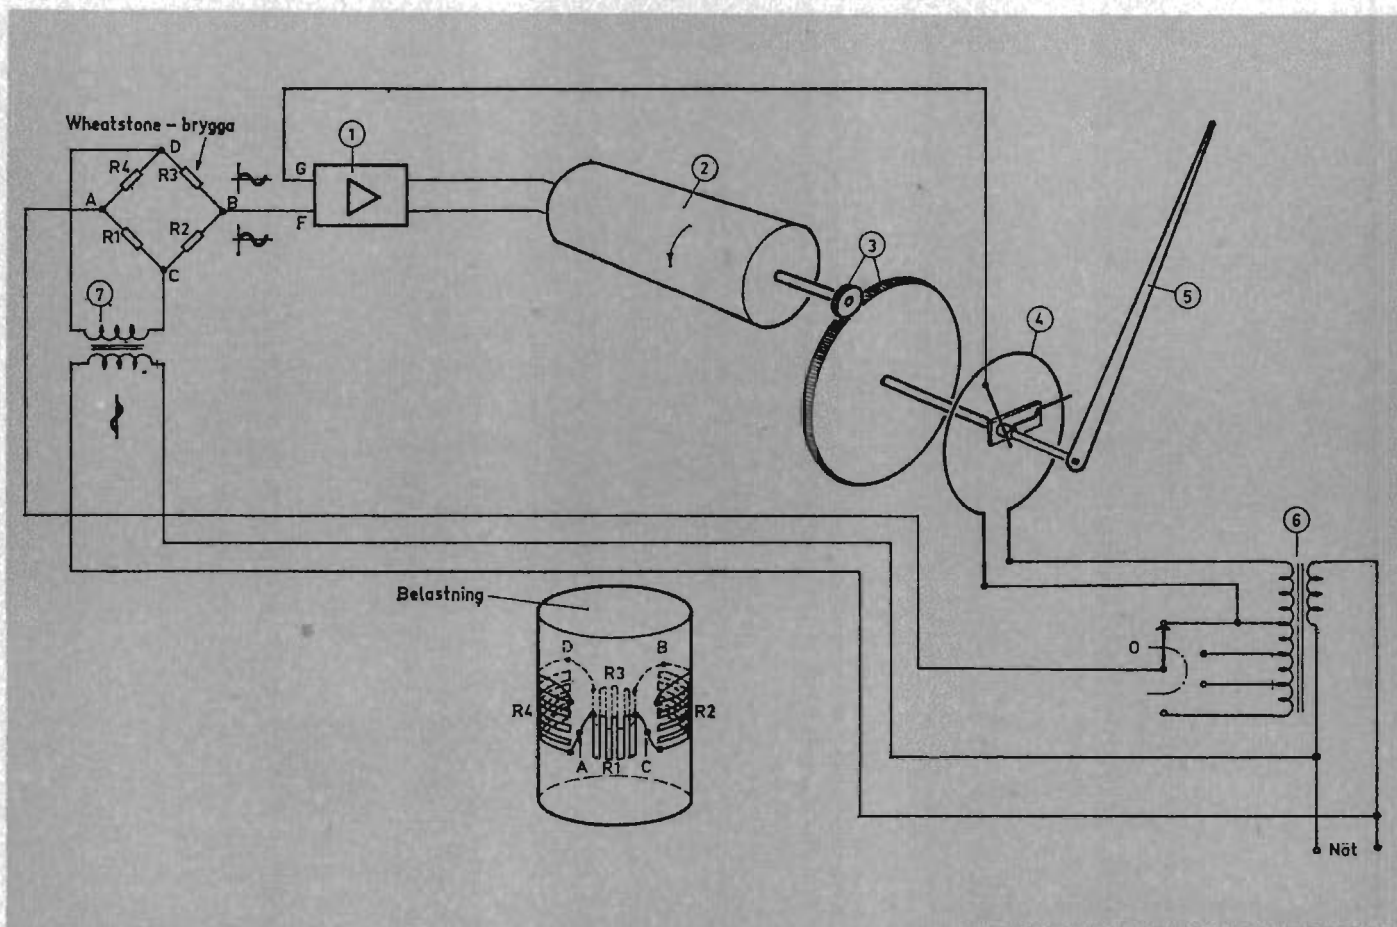

Fig. 18
Fig. 18 visar det elektroniska systemet i denna vägningsanläggning. Lastcellerna består av cylindrar (endast en visas i fig. 18) som sammanpressas i sin längdriktning av den pålagda belastningen, deformationen är proportionell mot belastningen. — Elektriska trådtöjningsgivare är anbringade på cylindern, två aktiva givare har sina
De fyra trådtöjningsgivarna anslutes till en Wheatstone-brygga, såsom visas i fig. 18. När det inte är någon belastning på vågbryggan är Wheatstone-bryggan i balans, men när belastning påföres uppstår en spänning mellan klämmorna A och B på grund av resistansändringen i de två i cylinderns längdriktning monterade trådtöjningsgivarna. Samma bryggspänning mellan A och B påföres en elektronisk förstärkare (1), som styr en servomotor (2) som driver en skalvisare (5), och samtidigt en analoggenerator, (4), utformad som en till en växelspänningskälla ansluten vridpotentiometer. Den spänning som alstras av analoggeneratoren (4) matas tillbaka till en punkt G i förstärkaren, denna spänning balanserar ingångsspänningen till förstärkaren, så att servomotorn (2) stannar, varvid skalvisaren visar vikten som applicerats på vågbryggan.